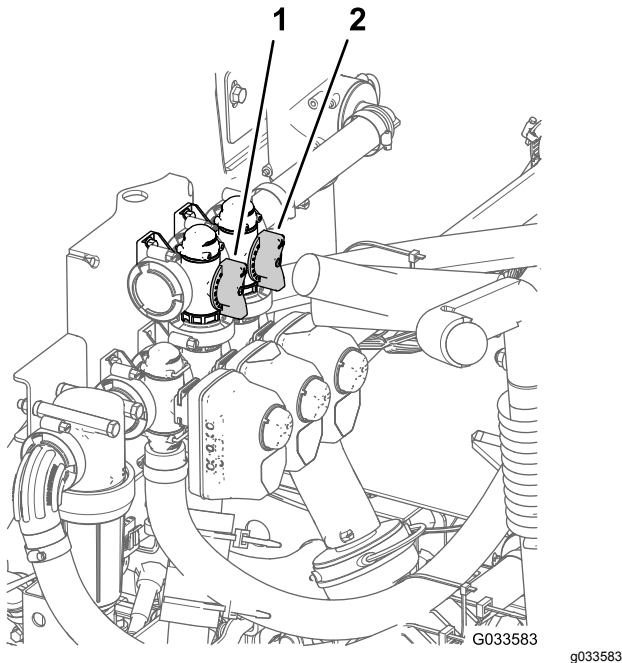

Bild 88
11. Stellen Sie das Rührwerksicherheitsventil (Bild 88) hinten am Rührwerkventil so lange ein, bis das Druckmanometer 6,9 bar anzeigt.
8. Stellen Sie den Griff am Sicherheitsventil des Hauptabschnitts ein, um die Rührwerkstärke im Behälter zu steuern (Bild 88).